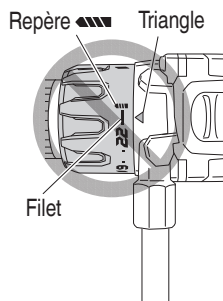

Fig. 17
- N'utilisez pas l'outil avec le sélecteur de débrayage positionné entre le chiffre "22" et la ligne au centre du symbole du foret "", vous risqueriez de l'endommager (Voir Fig. 17).